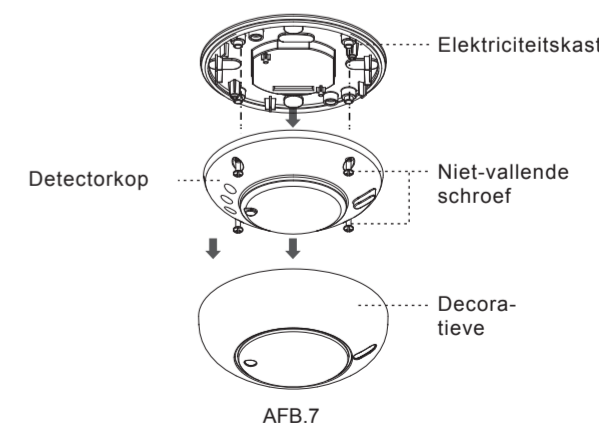

AFB.6
#### 4.3.2 CCT551023 regelt timerschakelaar trap (Time1 moet worden ingesteld op $\sqrt{1s}$ ) (zie. AFB.6)
4.4.2.3 Zie AFB.5 - AFB.6 voor correcte bedrading en schroef de voedingsdooskap vervolgens vast.
4.4.3.5 Raadpleeg de bedradingsschema's voor correcte draadaansluitingen (zie AFB.5 - AFB.6). In de bevestigingsplaat zit een vierkant gat. Als u de bevestigingsplaat in de aansluitdoos plaatst, moet de spanning op het uitsteeksel van de aansluitdoos worden gemonteerd (zie AFB.17), vervolgens moet de detectorkop op de voedingsdoos worden bevestigd (zie AFB.9) en deze samen moeten worden gemonteerd met de 4 aangebrachte niet-vallende schroeven.